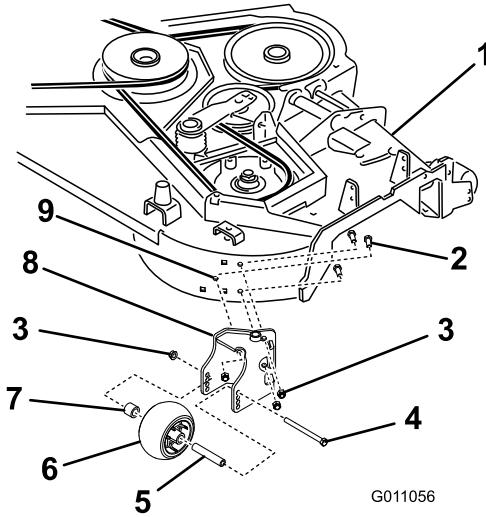

Figura 6
5. Instale el nuevo pivote del soplador con 3 pernos (3/8 x 1 pulgada) y 3 contratuerca (3/8 pulgada) usando los taladros perforados (Figura 6).
6. Instale el rodillo protector del césped en el pivote del soplador con el perno del eje (3/8 x 4-1/2 pulgadas), el espaciador, el casquillo, y la tuerca con arandela prensada (3/8 pulgada) retirados anteriormente (Figura 6).